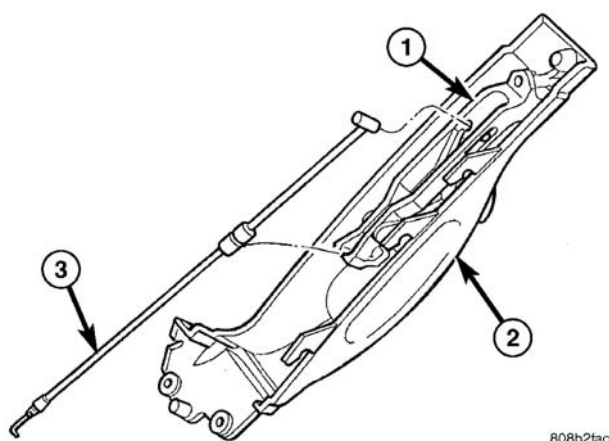

图 20 释放手柄拉线
- (5) 从释放手柄机构的夹子上断开拉线端部。
- (6) 从释放手柄机构上断开拉线端部。
- (7) 拆卸将拉线端部固定至释放手柄的按钉式扣件。
- (8) 从释放手柄上断开拉线壳体端部（图 20）。
- (9) 从锁门手柄上断开拉线端部。
- (10) 从车辆上拆下手柄。